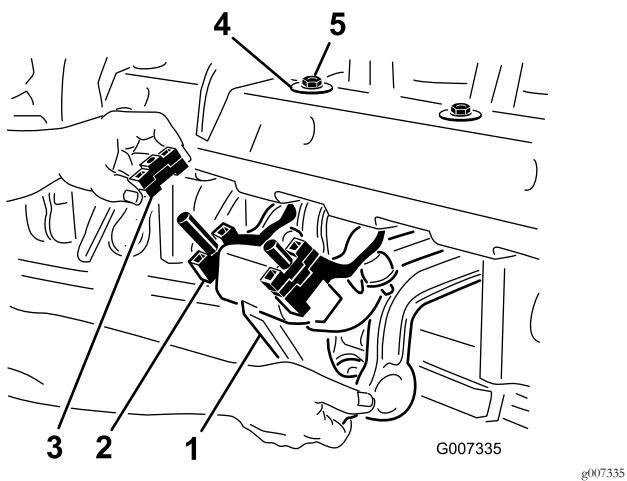

图26
- 卸下将 Roto-Link 阻尼器总成固定至打孔头机架底部的锁紧螺母  $\frac{1}{2}$  英寸 图26。
- 降低阻尼器总成与隔片接触 图26。
- 再次将阻尼器总成组装到打孔头机架上。确保 D 垫圈按 图26 中所示靠住打孔头机架安装。固定 2 个锁紧螺母。